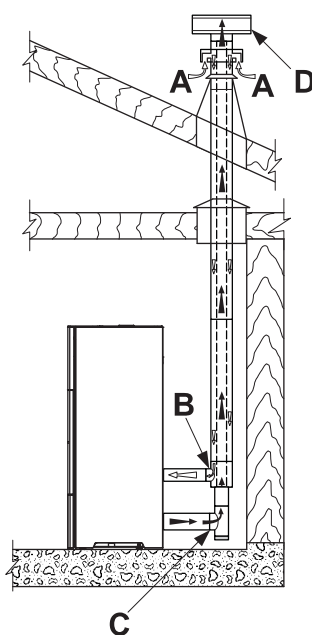

fig. 5.5
- canalizzare l'aria comburente sfruttando un tubo di scarico coassiale per l'espulsione dei fumi ed il prelevamento dell'aria; pertanto non è necessario fare una classica presa d'aria nel locale (fig. 5.5 A,B=Ingresso aria C,D=Uscita fumi);
Nel caso di installazione di una stufa a pellet della serie "Ermetica" è possibile utilizzare uno specifico tubo coassiale che consenta sia l'espulsione dei fumi che la canalizzazione dell'aria comburente dall'esterno (fig. 5.5 A,B=Ingresso aria C,D=Uscita fumi).